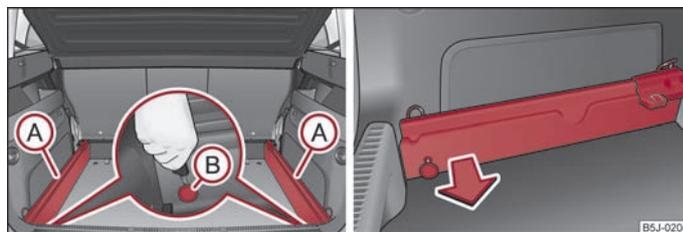

Abb. 50 Gepäckraum: Sicherungspunkte lösen / Tragschienen herausnehmen
- Lösen Sie den Sicherungspunkt (B) an den Tragschienen mit dem Fahrzeugschlüssel bzw. mit einem flachen Schraubendreher ⇒ Abb. 50.
- Fassen Sie die Tragschiene (A) ⇒ Abb. 50 rechts und nehmen Sie diese durch Ziehen in Pfeilrichtung heraus. Beim Ausbauen der Tragschiene auf der anderen Seite des Kofferraums gehen Sie auf gleiche Weise vor.